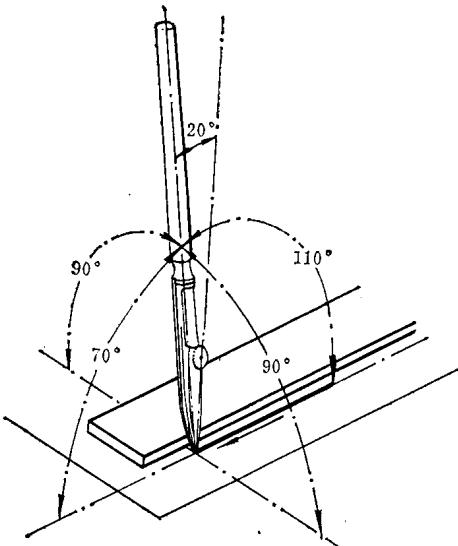
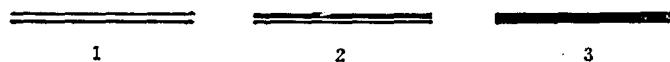

图 1-13
图 1-14
1. 画墨线时，直线笔须紧靠尺边，并注意笔与纸面的角度，要始终保持一致（图1-13）。笔的移动速度要均匀，太快则线条会变细，太慢则线条会变粗。一条线最好一次画完，中途不要停笔。如果线太长或画长曲线，需要分几次画成时，应注意使接头准确、圆滑。画粗线时，可分几次画成，以免直线笔尖间空隙太大，流出墨水太多，使纸面起皱，影响画图质量（图1-14）。